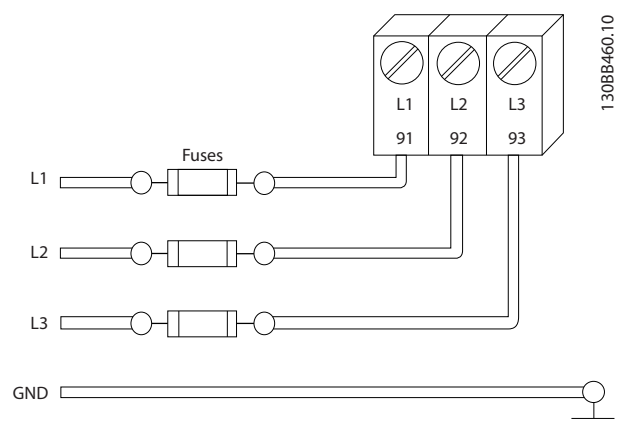

Рисунок 2.6 Предохранители преобразователя частоты
- Все преобразователи частоты должны быть оборудованы системой защиты от короткого замыкания и перегрузки по току. Для реализации такой защиты следует использовать входные предохранители, см. *Рисунок 2.6*. Если они не устанавливаются производителем, их должен установить специалист во время монтажа. Максимальные номиналы предохранителей см. в *10.3 Спецификации предохранителей*.